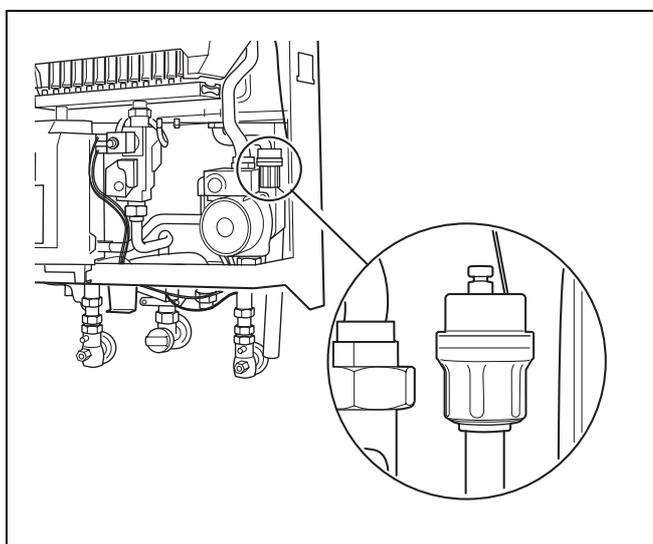

Fig. 20 Disareatore automatico
- Allentare di un giro la cappetta al disareatore automatico (fig. 20), in maniera che possa fuoriuscire l'aria residua.